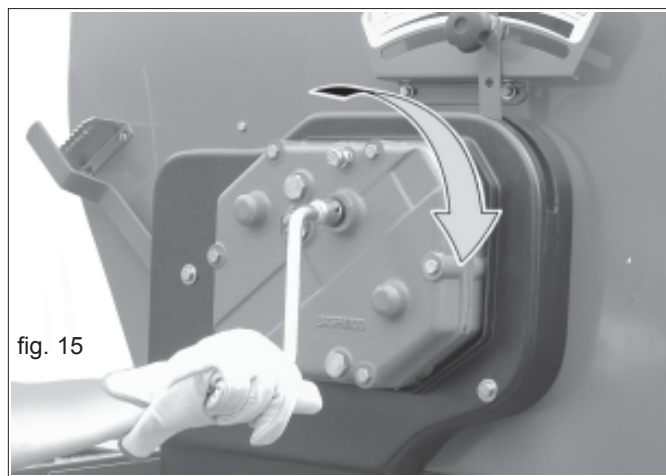

fig. 15
Ce tableau indique le nombre de tours que la boîte de vitesse du semoir doit effectuer pour un ensemencement d'essai avec la machine arrêtée. Ce nombre de tours dépend du modèle de machine et de la largeur de travail. Le sens de rotation de la manivelle est représenté sur la Fig. 15.
- 4) Insérer la manivelle (Fig. 15) dans l'arbre de la boîte de vitesse et tourner dans le sens des aiguilles d'une montre.